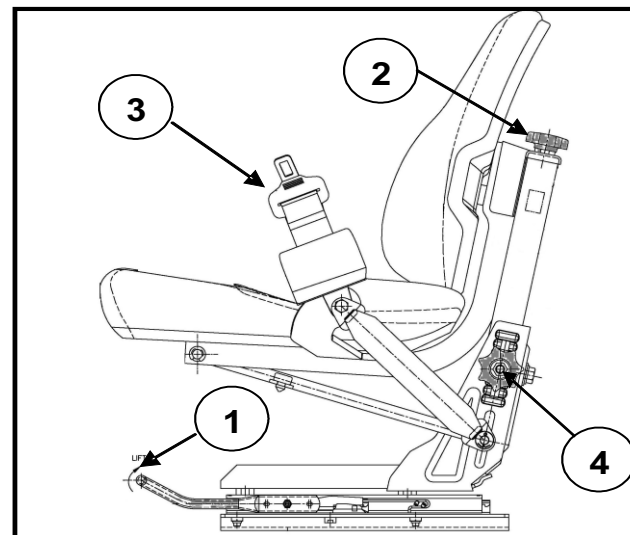

Fig.3-10 (Side view of seat)
Sedište za vozača može se po potrebi podešavati na sledeći način(Fig.3-10).
- ② Koristite sajlu da podesite suspenziju. ④ Koristite sajlu da podeite sedište vertikalno .
- ③ Sedište (Fig.3-10)